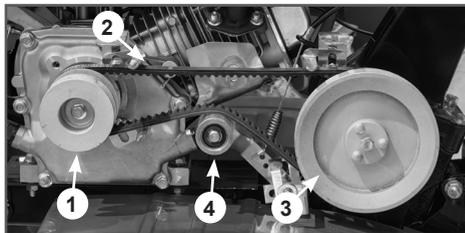

Рис. 40. Замена ремня привода
- Снимите ремень 2 со шкивов 1 вала двигателя и шкива 3 редуктора (Рис. 40).